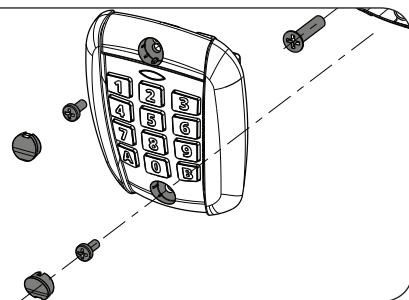

Fig. 3
- Wenn die Einsetzbasis an die Wand oder Säule befestigt wurde, die Tastaturoptplatte montieren (Abb. 3).